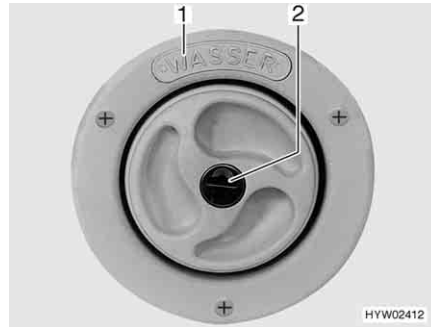
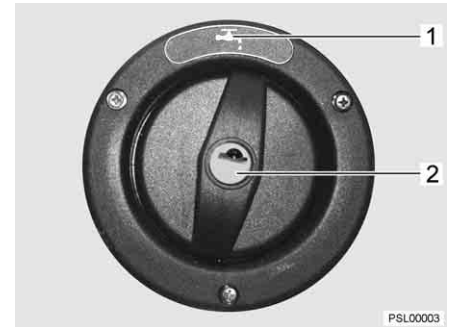

Bild 38 Verschlussdeckel für Trinkwasser-Einfüllstutzen
Bild 39 Verschlussdeckel für Trinkwasser-Einfüllstutzen (Alternative)
- ▷ Der Trinkwasser-Einfüllstutzen ist mit dem Schriftzug "WASSER" (Bild 38,1) oder mit dem Symbol "☰" (Bild 39,1) gekennzeichnet.
- Schlüssel in Schließzylinder (Bild 38,2 bzw. Bild 39,2) stecken und entgegen dem Uhrzeigersinn drehen.